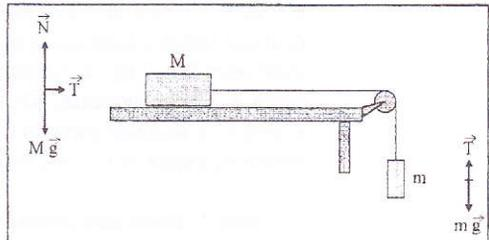

Figura 1.
Um corpo de massa M pode deslizar com atrito desprezível sobre um trilho horizontal (figura 1). Este corpo está ligado a uma massa m suspensa, por um fio leve e inextensível que passa por uma roldana de massa desprezível. Suponha que os efeitos do atrito no eixo da roldana e dos corpos em movimento através do ar sejam extremamente pequenos.
onde \vec{F}_R é a força resultante exercida sobre o sistema, M_{tot} é a sua massa total ($M_{tot} = M + m$) e \vec{a} é a aceleração do sistema. Aplicando-se a 2ª lei de Newton a cada um dos corpos individualmente (veja os diagramas de forças mostrados na figura 1), obtêm-se as relações:
- (b) Suponha que, inicialmente, $M = 0,500$ kg e $m = 0,050$ kg na situação ilustrada na figura 1. Calcule a aceleração do sistema usando a relação 2 (aqui, considere $g = 10 \text{ m/s}^2$), e preencha a primeira linha da tabela 1 (por enquanto, deixe a última coluna em branco). Para variar a força resultante exercida sobre o sistema, mas sem variar a sua massa total, imagine que você retire $0,010$ kg da massa suspensa e a adicione ao corpo que desliza sobre o plano horizontal. Qual será, agora, a aceleração do sistema? Preencha a segunda linha da tabela 1. Repita este procedimento até que a massa suspensa seja $m = 0,010$ kg e complete o restante da tabela 1.